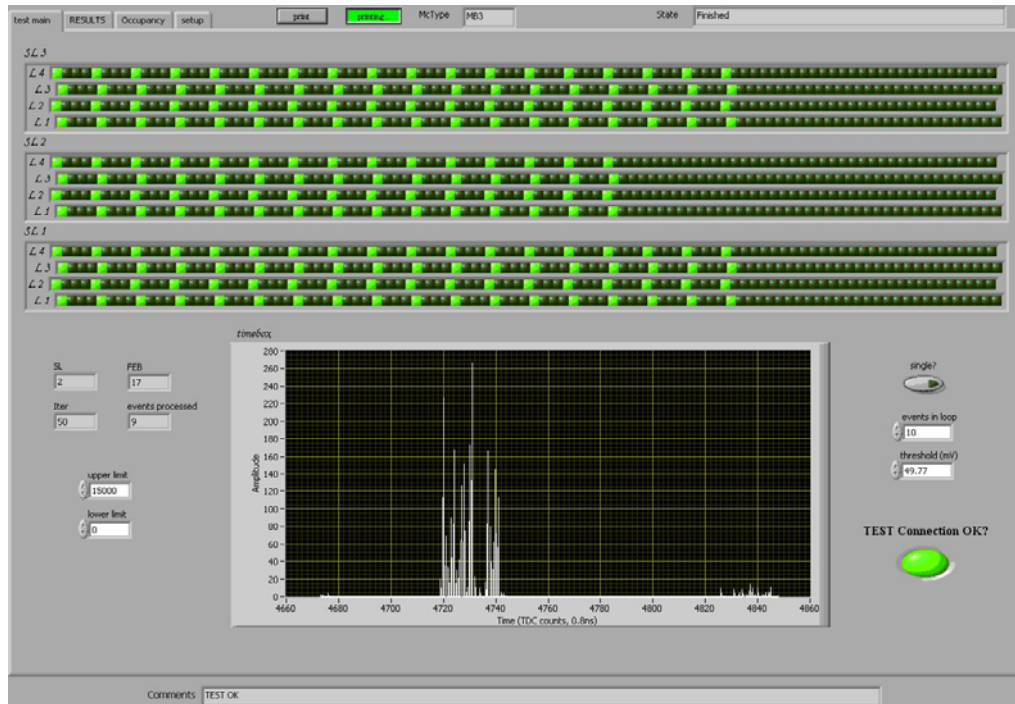

Figura 12: Esempio di Output per il Test TP Cable per un MB3
- Verificare che le luci verdi in RESULTS siano accese, una per front-end board connessa a ciascun superlayer; verificare che in test main siano accese su ciascun superlayer la prima colonna di celle ogni 4, una colonna per ciascuna front-end board (esempio in Figura 12). Deve essere accesa la luce verde di Test OK.